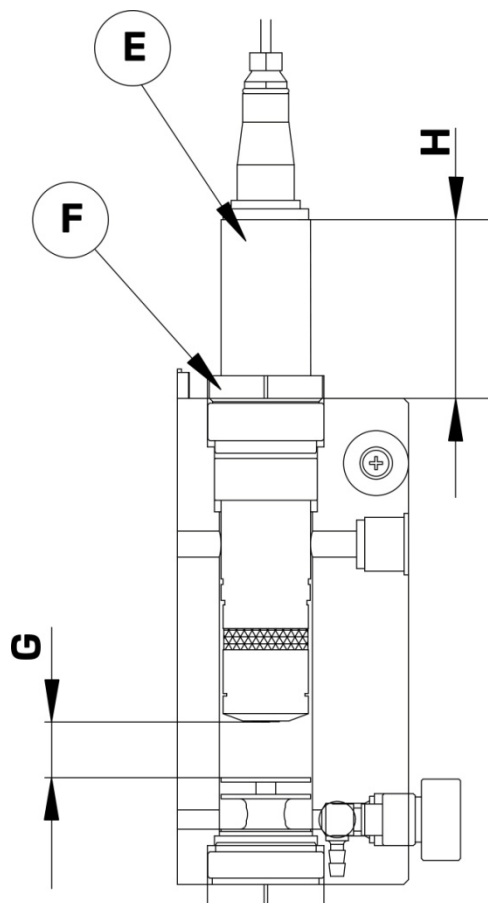

Рис. 9
- Установите датчик хлора SONDA CL (из комплекта поставки) в держатель датчиков (измерительную кювету), согласно **Рис. 9**, а именно:
- вставьте датчик хлора SONDA CL, как показано на **Рис. 9** в измерительную кювету, при этом соблюдая расстояния: снизу, не менее **20 мм. (размер G)**, сверху - расстояние от выступающего тела датчика до корпуса измерительной кюветы (**размер H**), равное приблизительно **80 мм.**, без учета длины соединительного штекера;